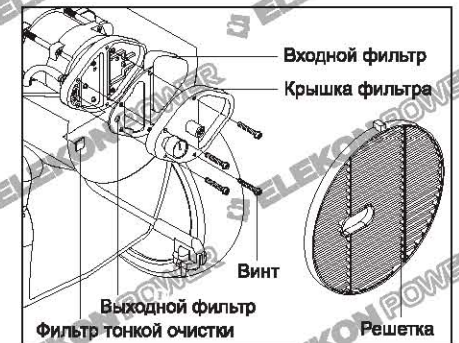

Рис. 14. Входной, выходной фильтры и фильтр тонкой очистки
- Снимите решетку вентилятора (рис. 14)